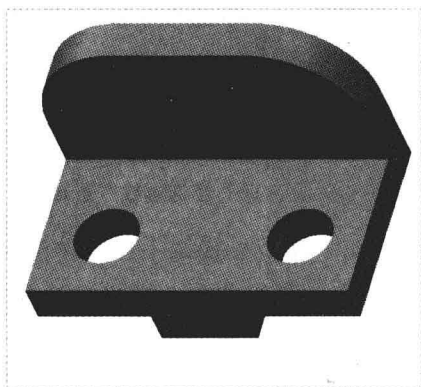

图 6-84 图形文件
Step 01 按【Ctrl+O】组合键，打开图形文件，如图 6-84 所示。